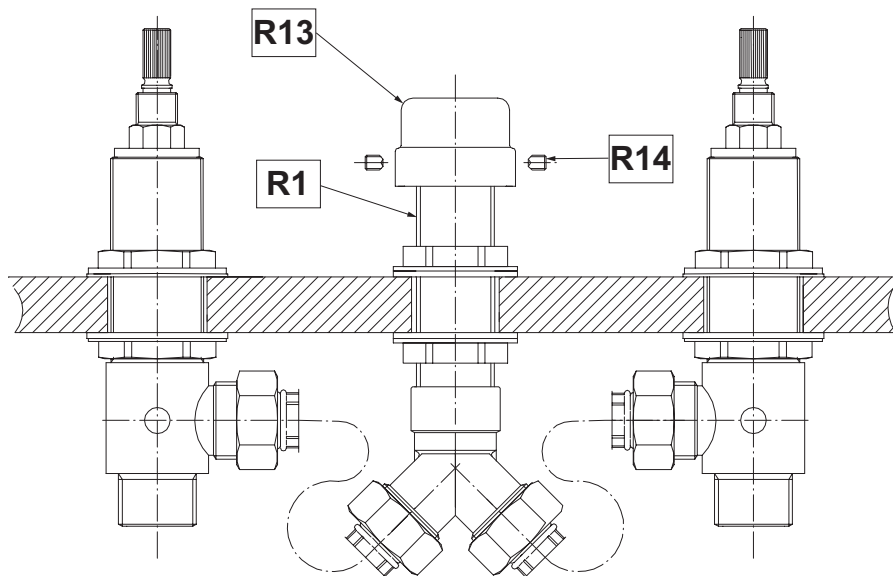

FIG. 6
- Place the plug on top of the spout connector. Secure it with the two set screws as shown on **fig. 6**
- Situar el tapón en la parte superior del manguito de hormigón. Fijar con dos tornillos de presión según se ha mostrado en la **fig. 6**